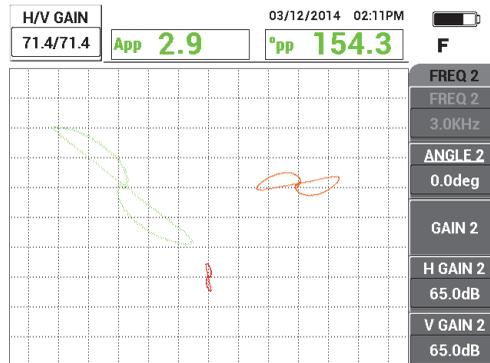

Figura 5-139 Regolazione del guadagno della frequenza 1
4. Premere il tasto GAIN (**dB**) ed in seguito aumentare il guadagno della frequenza 1 fino a quando il segnale del foro raggiunge circa 4 frazioni verticali in altezza (vedere Figura 5-139 a pagina 238).